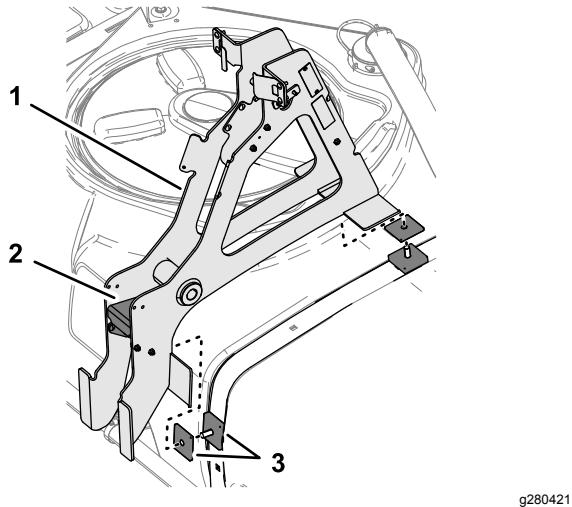

Figure 3
- Placez une épaisse entretoise carrée et une mince entretoise carrée sur les 2 boulons de carrosserie installés précédemment (Figure 3).
- Retirez et conservez les 4 boulons et écrous qui fixent la plaque de guidage au cadre porteur principal (Figure 3).
- Montez le cadre porteur principal sur les entretoises carrées et les boulons de carrosserie, comme montré à la Figure 3.